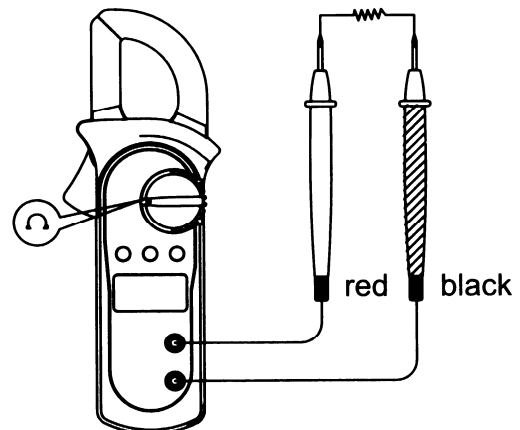

Рис. 5
**C. Измерение сопротивления (рис.5)**